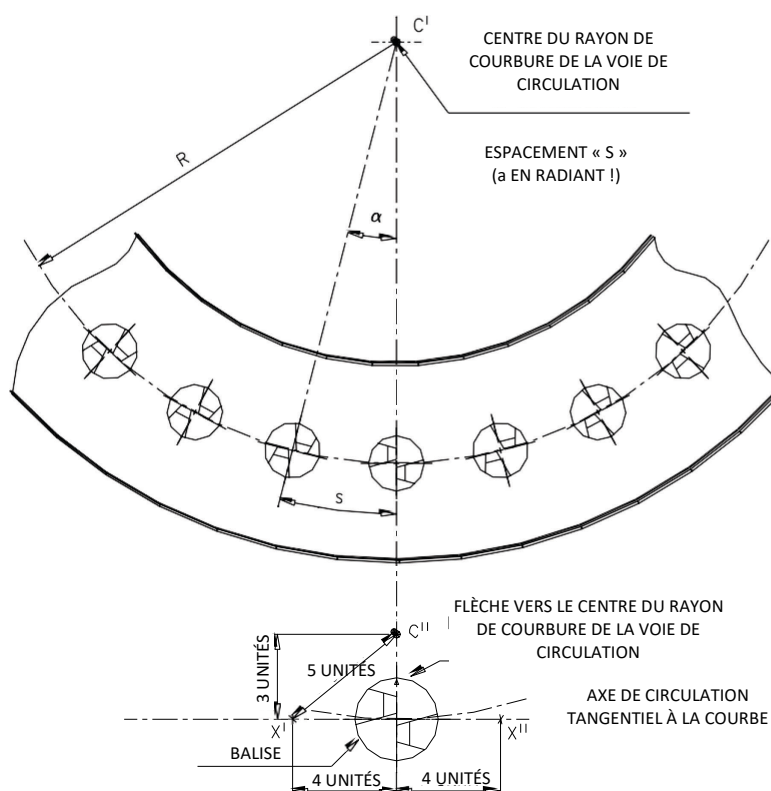

Figure 13 – Orientation des balises dans les sections courbes
1. Utiliser le schéma de la Figure 13 pour définir le rayon (R) de la courbe et marquer le centre de la courbe (C').
2. Déterminer l'espace longitudinal (S) entre les feux. Le Tableau 2 se réfère aux normes FAA AC 150/5340-30, tandis que le Tableau 3 aux normes OACI Annexe 14 – Volume 1.
3. Localiser et marquer la position de chaque signal (C) sur l'axe des voies de circulation.